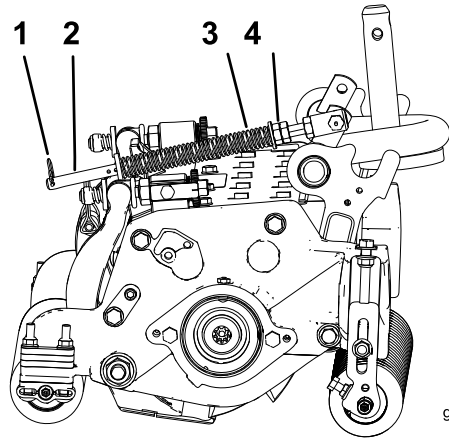

图14
1. 确保发卡销安装在弹簧杆的后孔内 图14。
2. 拧紧弹簧杆前端的六角螺母直至压缩后的弹簧长度为159mm 图14。